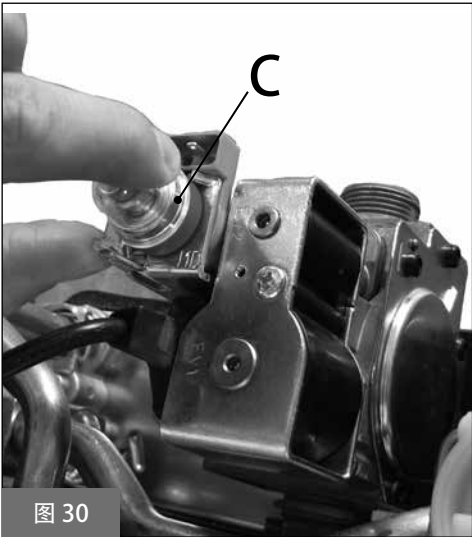

图 30
- 取下塑料盖C(图30)，放在再调线圈的顶部，保持调节压力的螺丝的稳定性。